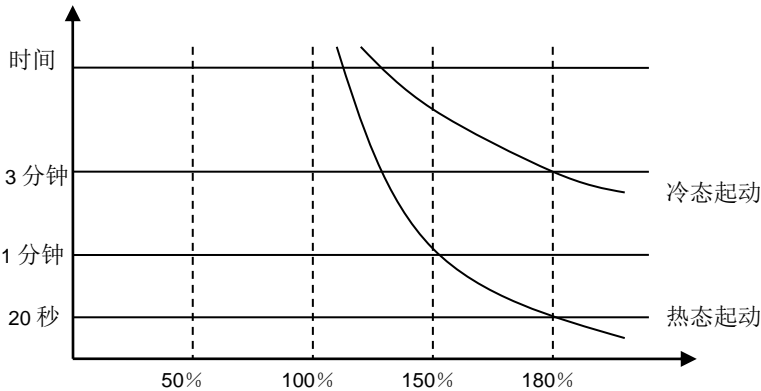

图 6-31 电子热保护
- 为了对不同的电机进行过热保护，可通过 F9-01 的值来设定电机过载时的电流曲线。如图 6-31 所示。